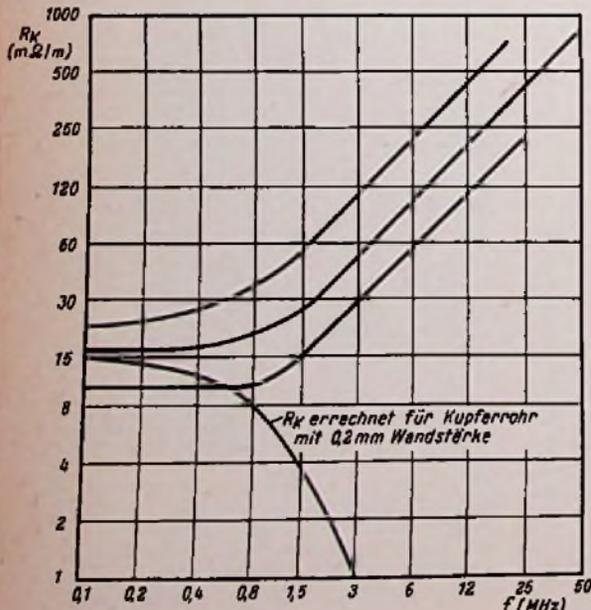

Bild 4. Kopplungswiderstand einiger Geflechte aus 0,2-mm-Kupferdraht im Vergleich zu den theoretischen Werten für ein Massivrohr mit 0,2 mm Wandstärke
Interessant sind die Ergebnisse solcher Messungen, von denen einige für Geflechte aus 0,2 mm starken Drähten in Bild 4 zusammengestellt sind. Die Kurven haben einen ziemlich ähnlichen Verlauf. Der Kopplungswiderstand ist bei tiefen Frequenzen (0,1 MHz) annähernd gleich dem Gleichstromwiderstand. Er wächst mit steigender Frequenz zunächst langsam an und nimmt
Die drei Kurven in Bild 4 stellen Kabel mit gleichen Abmessungen, jedoch unterschiedlicher Steigung der um das Kabel herumgeflechteten Drähte dar. Dabei entsprechen kleinen Steigungswinkeln große Induktivitäten. Dies erscheint auch einleuchtend, denn bei einem kleinen Steigungswinkel sind die Drähte des Geflechtes schraubenförmig in Art einer Spule um das Kabel herum geflochten. Daneben ist selbstverständlich die Dichte des Geflechtes ausschlaggebend. Es darf für einwandfreie Abschirmung nicht zu locker sein, also zu große Zwischenräume zwischen den einzelnen Drähten zeigen.
Im Vergleich dazu ist in Bild 4 noch der Verlauf des Kopplungswiderstandes für ein massives Kupferrohr mit 0,2 mm Wandstärke angegeben. Infolge des Hauteffektes, d. h. der geringen Eindringtiefe von Strömen bei höheren Frequenzen, ist bei ihm die Abschirmwirkung bei hohen Frequenzen besser als für niedrige. Leider jedoch ist dies technisch nicht auswertbar, da massive Kupferrohrmünten nicht biegsam sind.
meist Potentiometer oder Induktive Geber als Meßgeräte und Gleich- oder Wechselstrommotoren als Stellmotoren verwendet. In solchen Regelanlagen, in denen die Verstellzeit (genormt Stellzeit  $T_y$ ) verhältnismäßig groß (gegenüber den vorher genannten Reglern in Hf-Geräten) ist und von ungefähr einer Sekunde bis zu einigen Minuten dauern kann, werden als zeitabhängige Glieder meist Kombinationen aus Motor und induktivem Geber oder Motor und Meßpotentiometer verwendet (9, 10). Voraussetzung hierbei ist es, daß besonders hier nur Motoren mit linearer Spannungs-Drehzahlkennlinie (5) benutzt werden. Bild 9 zeigt für beide Kombinationsmöglichkeiten die Ausführungen als verzögerte, Differentialquotienten- und als Integralgeber. Welche Reglerart, für Gleichstrom mit Meßpotentiometern oder für Wechselstrom mit induktiven Gebern, verwendet wird, das hängt allein von praktischen Erwägungen ab. Während bei dem Gleichstromsystem Verstärker nach Art der bolometrischen, lichtelektrischen oder Wechselstromverstärker mit Wiedergleichrichtung (11) verwendet werden, ist die Verstärkung beim Wechselstromsystem mittels normaler Röhrenverstärker oder mit Hilfe von Transduktoren (magnetischen Verstärkern) möglich. Die von der Regelstrecke aufzubringenden Drehmomente zum Verstellen des Meßpotentiometers oder des induktiven Gebers an der Stelle des Meßgerätes im Regelkreis (siehe Bild 4) betragen beim Potentiometer 0,1 bis 0,4 cmg (12) und beim induktiven Geber 0,2 cmg (9).